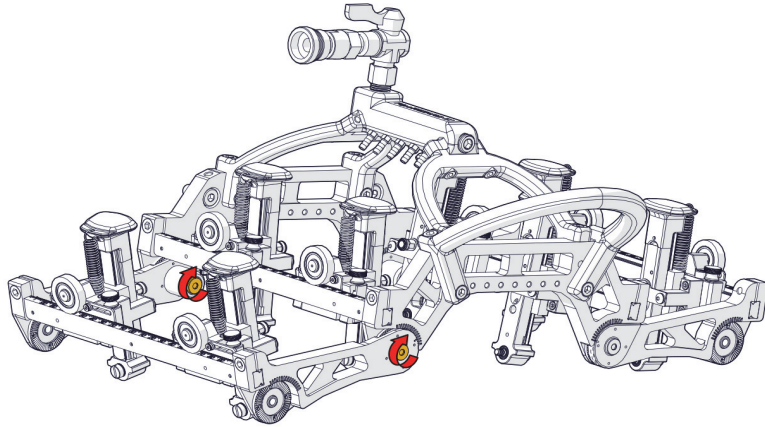

Figura 1-53 Fijación de los tornillos
6. Fije los tornillos completamente (ver Figura 1-53 en la página 65).